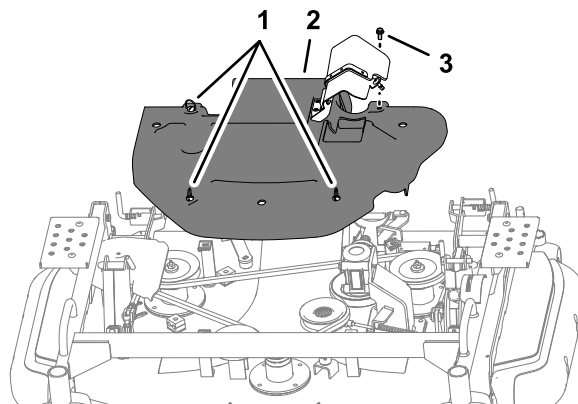

Figura 116
1. Rotii elementele de fixare cu rotire 3 sferturi de tură în sens invers acelor de ceasornic (Figura 116).
punii mainii de tuns iarba; consultai Figura 116 din Îndepărtarea capacului curelei \(Pagină 76\).
3. Montai urubul din capacul curelei la piulia cu clemă a punii mainii de tuns iarba; consultai Figura 116 din Îndepărtarea capacului curelei \(Pagină 76\).